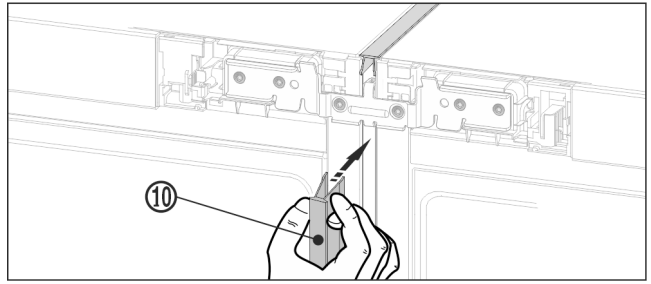

Fig. 22
- Paina etupuolella pitkä suojalista Fig. 22 (10) pystysuoraan rakoon. Varmista, että lista nousee liitoslevyä pitkin.